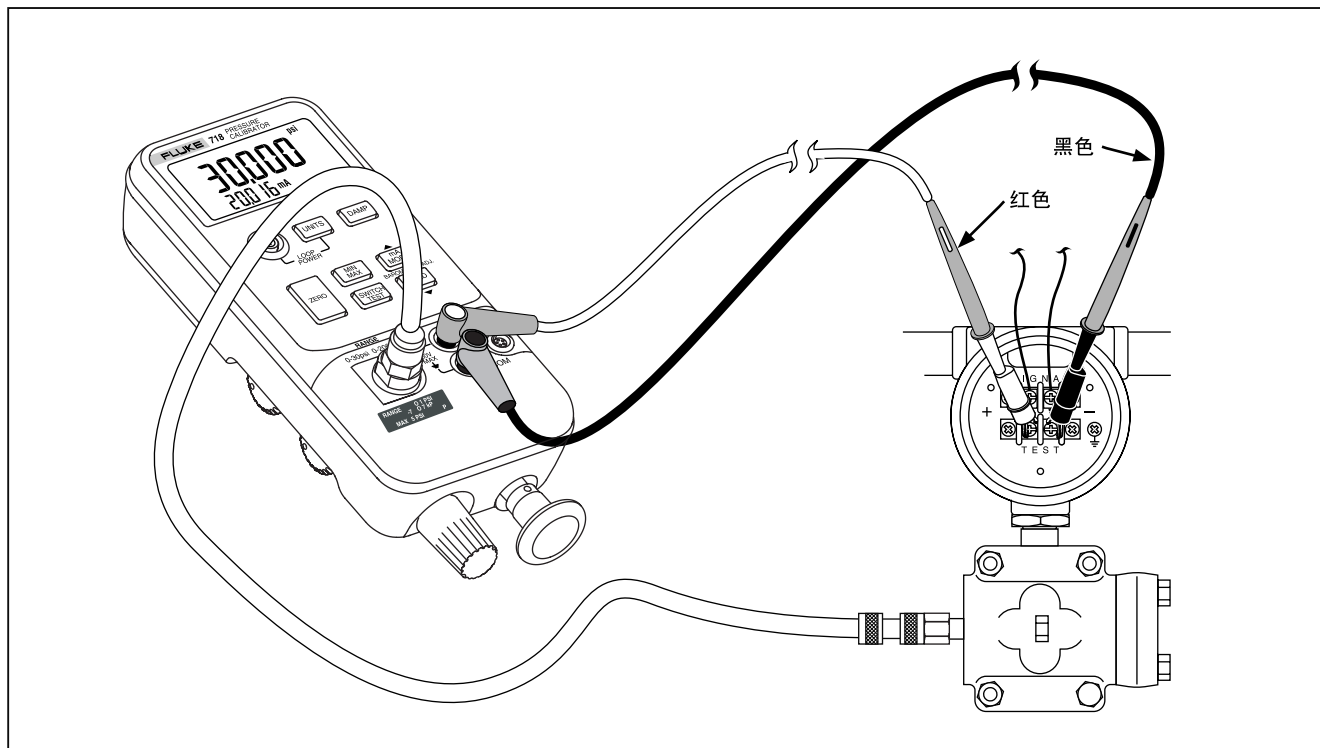
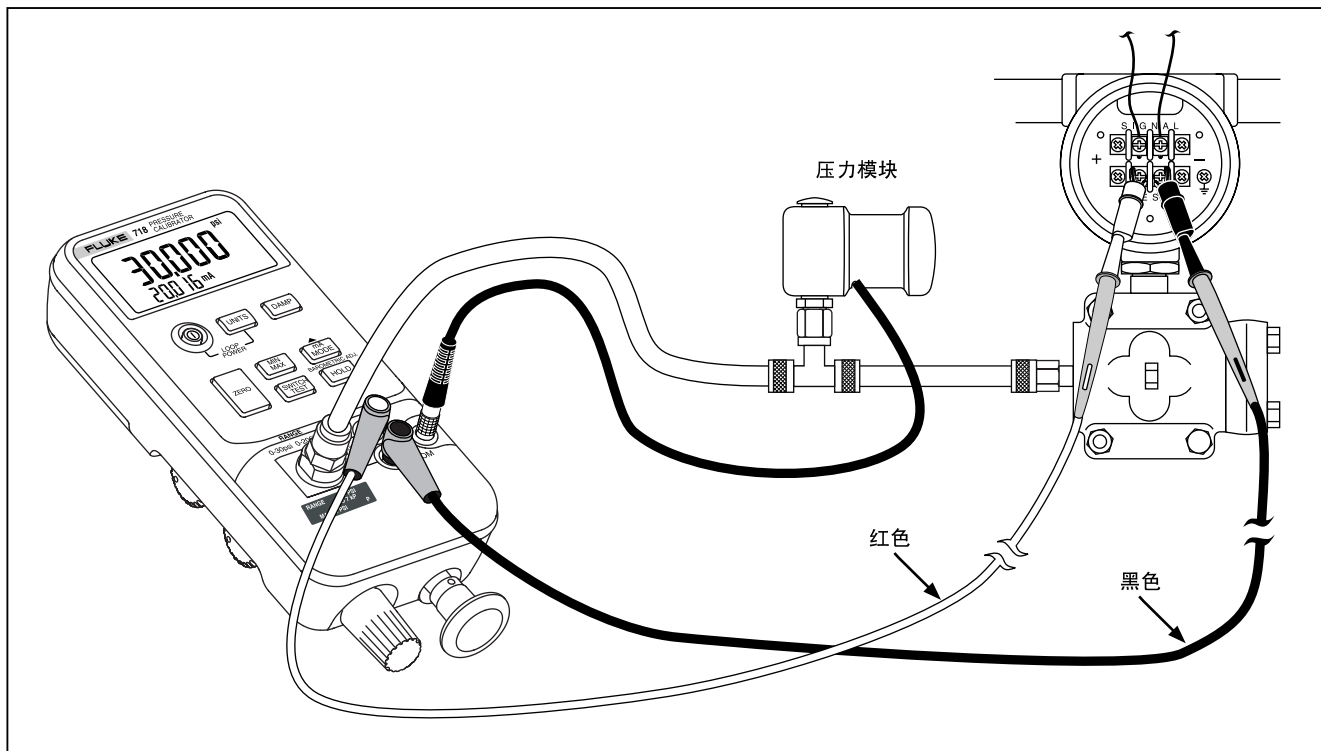

图 4. 内部压力传感器带内部泵
图 5. 压力模块带内部泵
内部泵的适当使用如图 4 所示，其中校准器显示用内部传感器测得的压力以及内部泵所提供的压力。
内部泵还能用于特定的 Fluke 700 系列压力模块。在这种情况下，压力模块测得的压力由校准器显示。表 6 说明了每个校准器型号合适的压力模块。图 5 显示压力模块所用的内部泵。
2. 依照图 4 所示（用于内部压力传感器测量）或图 5 所示（用于压力模块测量）将压力变送器接至校准器内部传感器。